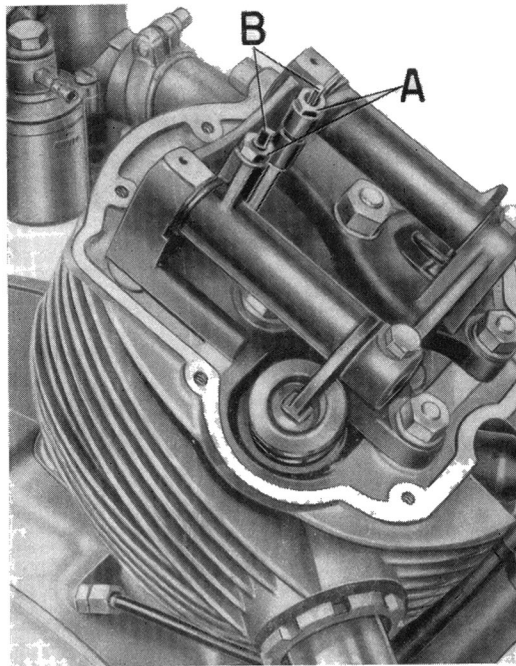

Fig. 31 - Come vengono registrate le punterie.
- 4) effettuata la messa in fase occorre compiere la registrazione delle punterie agendo sui controdadi (A) e sulle viti di registro (B) (vedere fig. 31) quel tanto da lasciare per lo scarico un giuoco di mm 0,15 e per l'aspirazione un giuoco di mm. 0,1. A registrazione ottenuta, tenendo ben ferma la vite, bloccare il controdado. Controllare nuovamente a lavoro ultimato che il giuoco sia quello stabilito; può accadere che nel bloccare il controdado quest'ultimo trascini la vite variandone la registrazione. La registrazione va fatta con il pistone a punto morto